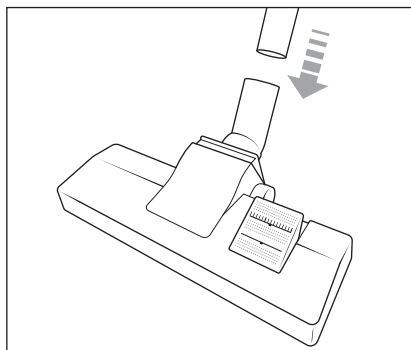

Fig. 2
- 2) Monte o tubo telescópico de aspiração **16** na escova de chão **14**, de modo a ficar corretamente fixo na escova de chão **14** (ver fig. 2).